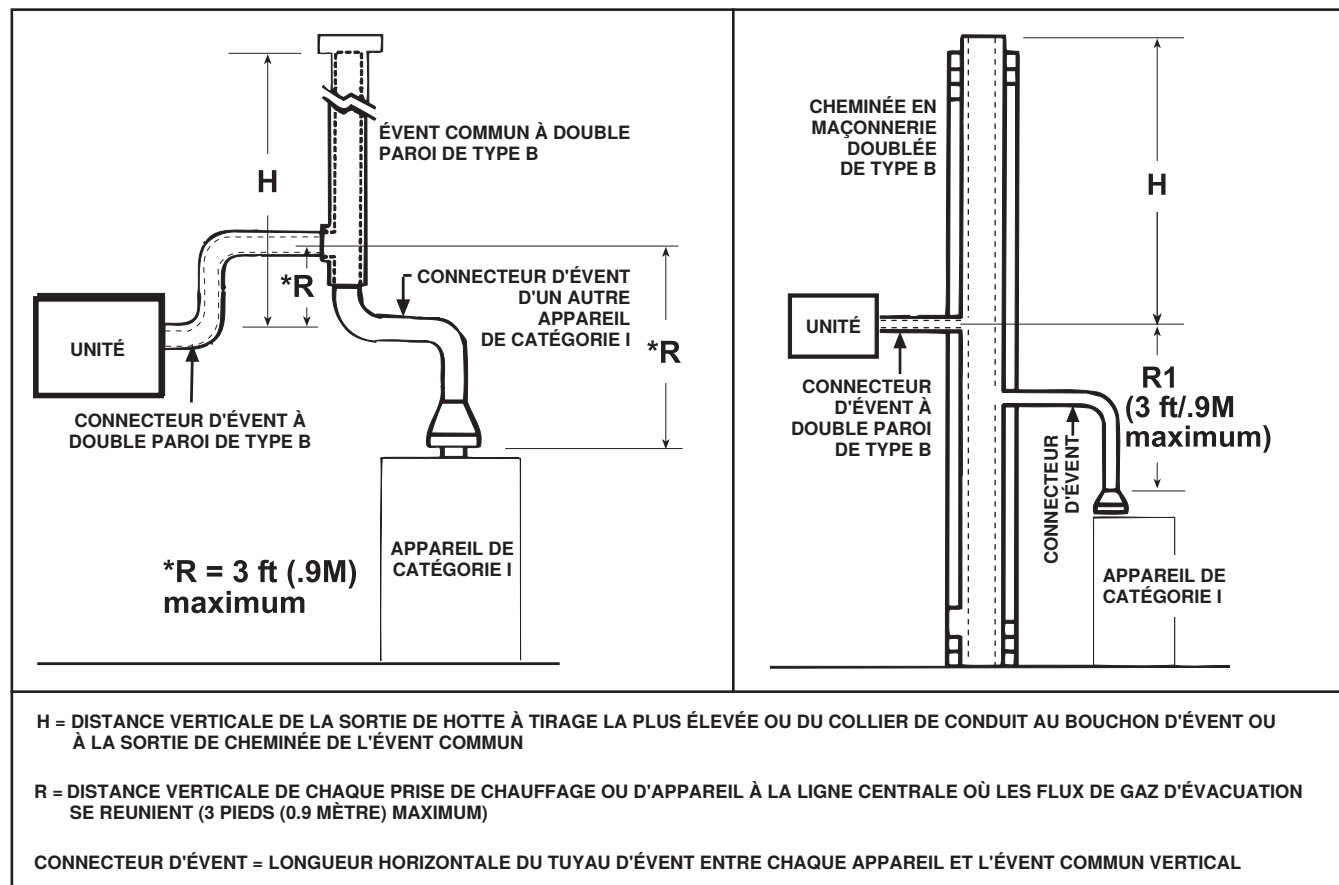

Figure 14. Évent vertical commun typique de catégorie I
1. Sélectionnez le tuyau d'évent et le connecteur d'évent pour l'évent de catégorie I (voir Figure 14). Les unités de taille 30–75 utilisent un tuyau de 4 pouces. L'unité de taille 100 utilise un tuyau de 5 pouces avec un adaptateur.